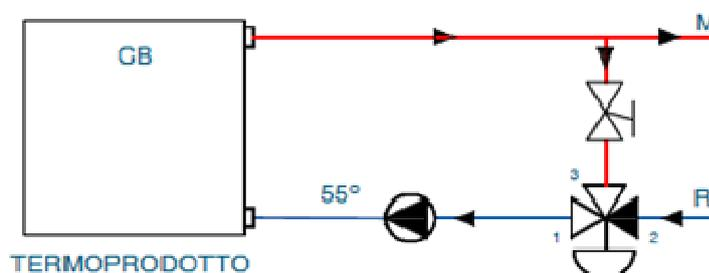

Figura 1
Los tramos 1 Figura 1 y 3 están siempre abiertos y, junto con la bomba instalada en la línea de retorno (R), garantizan la circulación del agua en el interior del intercambiador de la caldera de biomasa (CB).